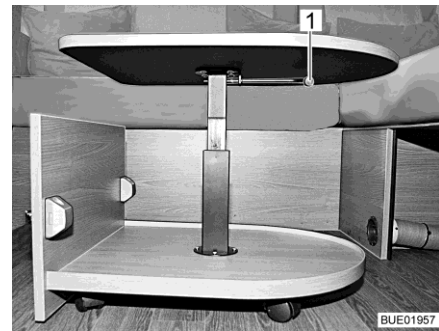

Fig. 136 Table de salon, sortie
- Tourner le levier de verrouillage (Fig. 136,1) de 90° vers le bas.